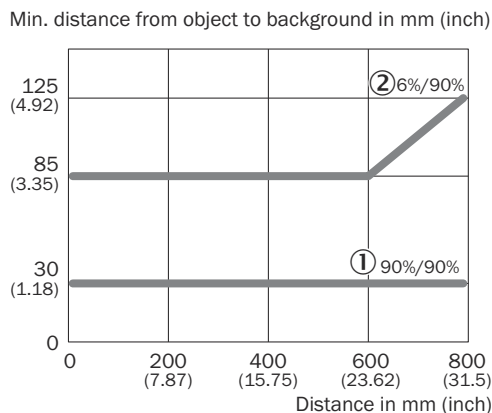

Figura 5: Distancia mínima entre el objeto y el fondo
5. Observar la distancia de conmutación y la distancia respecto al objeto o al fondo, así como la capacidad de remisión del objeto. véase figura 5, página 45